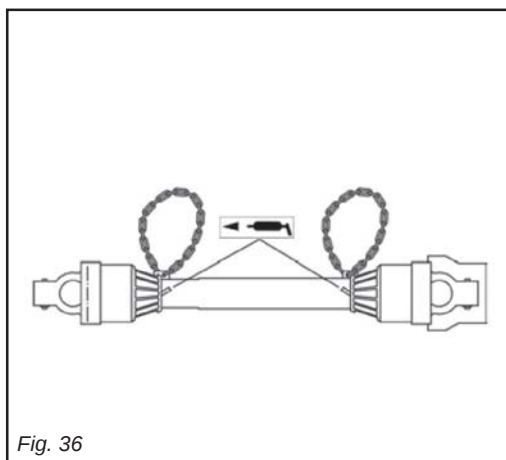

Fig. 36
- negli snodi del cardano (Fig. 36).
- in the driveline articulations (Fig. 36).
- în articulațiile cardanului (Fig. 36).